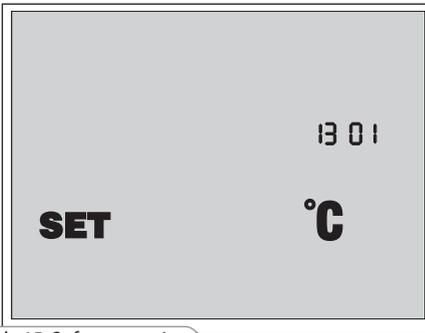

Abb. 15. Softwareversion
- Die Taste  drücken, um die Kennzahl der Leiterplatte der Steuereinheit und die Kennzahl der Softwareversion auf dem Display des Bedienfeldes anzuzeigen, Abb. 15.